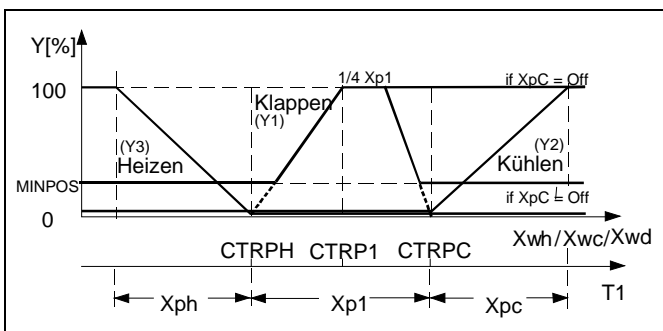

Abb. 4. Temperatursequenzregelung mit Heizen, Mischluftklappen und Kühlen
- Temperatursequenzregelung mit Heizen, Mischluftklappen und Kühlen (siehe Abb. 4 und Tab. 7)